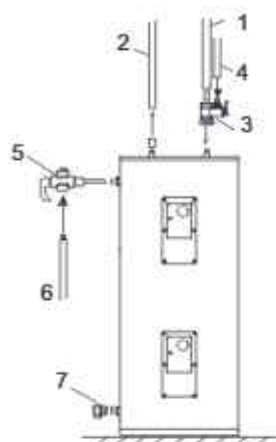

Рис. 3
на месте входа холодной воды (рис. 3 поз.3).
Не закручивайте клапан слишком сильно, во избежание повреждения. Затем подсоедините сливную дренажную трубку к клапану, используя соединитель и хомут (рис. 3 поз.4). Трубка должна отводить воду к ближайшей системе слива. В процессе спуска давления возможен выход воды или горячего воздуха из клапана. Во избежание ожогов, соблюдайте осторожность.
4. Установите терморегулирующий клапан Т/Р на выпускном отверстии с редукционным тройником (опция) (рис. 3 поз.5), подсоедините дренажную трубку к клапану (поз.6) и направьте ее в систему слива, дренажную трубку следует установить вниз и обеспечить ее вентиляцию.
5. Установите запорный вентиль (опция) и медную заглушку для герметизации дренажного выхода (рис. 3 поз.7). Для слива воды рекомендуем на месте заглушки установить индивидуальный запорный вентиль (не поставляется в комплекте) и подвести к нему дренажную трубку которая будет уходить в дренажный колодец или канализацию.